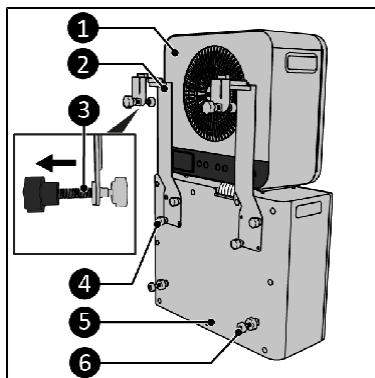
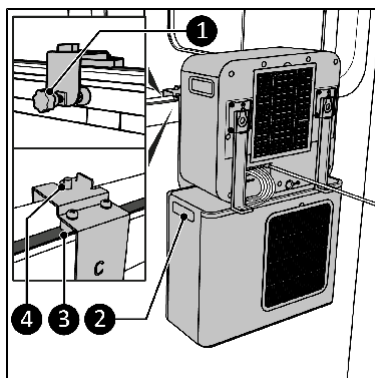

Figura 5
Figura 6
1. Posizionare l'unità interna (figura 5, elemento 1) liberamente sull'unità esterna (figura 5, elemento 5).
2. Rimuovere i quattro dadi ciechi (figura 5, elemento 4).
3. Montare i due supporti inferiori specifici per la roulotte (figura 5, elemento 2) sull'unità esterna utilizzando due viti per supporto (figura 5, elemento 4).
4. Verificare che i bulloni di regolazione (figura 5, elemento 3) siano completamente serrati.
5. Installare i bulloni di regolazione e i dadi distanziatori di regolazione (figura 5, elemento 6) sull'unità esterna (figura 5, elemento 5).
6. Fissare i supporti superiori per roulotte (figura 6, elemento 3) sull'unità interna (figura 5, elemento 1) con dei ganci in gomma (figura 6).
8. Far passare il blocco di fissaggio dell'apparecchio nell'apertura della finestra usando le maniglie laterali dell'unità esterna (figura 6, elemento 2). Verificare che i feltri di protezione grigi siano correttamente posizionati nella guarnizione della finestra.
9. Stringere a mano i bulloni (figura 6, elemento 1) contro la parete della roulotte.
10. Tenere i dadi ciechi (figura 1, elemento 8) a portata di mano per coprire le filettature dei supporti (figura 6, elemento 4).
- 13 Verificare l'orizzontalità dell'unità esterna e correggerla se necessario regolando il distanziamento dei bulloni di regolazione (figura 5, elemento 6).